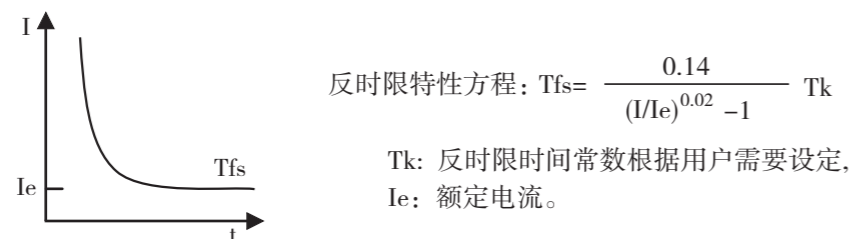

图12-2 反时限特性曲线图
- YZ100-JXZF开入量图（附图12-2）；
附图12-2: YZ100-JXZF开入量图